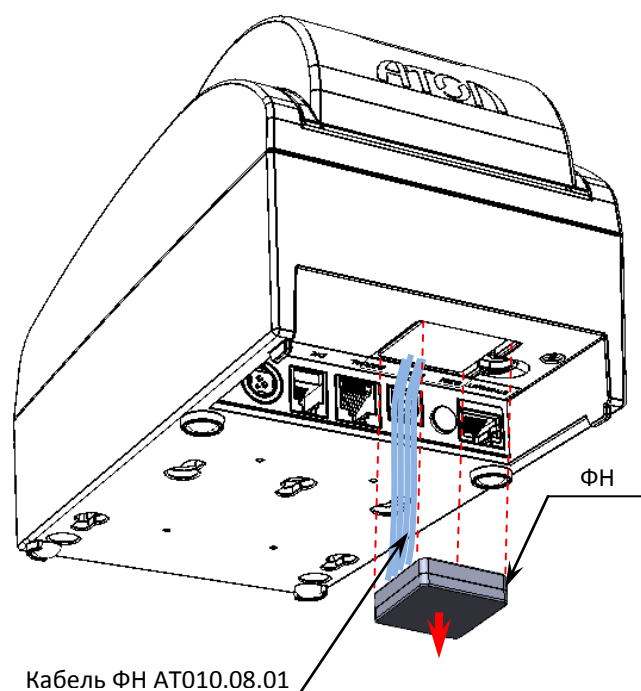

Рисунок 15. Извлечение ФН
- 1) в первую очередь совместить наклейку и посадочную поверхность верхней части корпуса изделия в области **А** (смотрите рисунок 15);